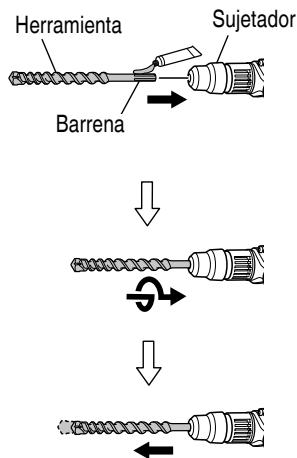

Fig. 7
- (1) Limpiar y engrasar la espiga con la grasa provista en un tubo.
- (2) Para fijar la herramienta (espiga SDS max), insértela en el orificio hasta que entre en contacto con el extremo interior del mismo, como se muestra en la Fig. 7.